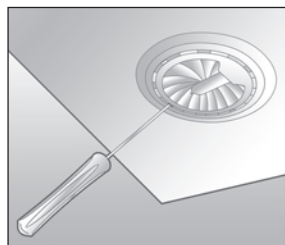

Fig. 1
- Retire a lente de vidro da luminária com cuidado, usando a ponta de uma chave de fenda (**fig.1**).